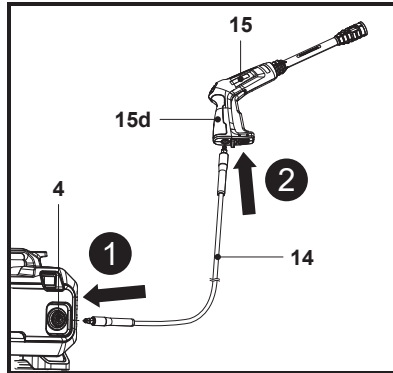

Fig. 4
1. Apasă un capăt al furtunului cu presiune (14) în racordul de furtun (4) de pe aparat până la capăt până auzi un sunet de clic (Fig. 4, pasul 1).
3. Apasă celălalt capăt al furtunului cu presiune (14) în racordul de furtun (15d) de pe pistolul pulverizator (15) până la capăt până auzi un sunet de clic (Fig. 4, pasul 2).